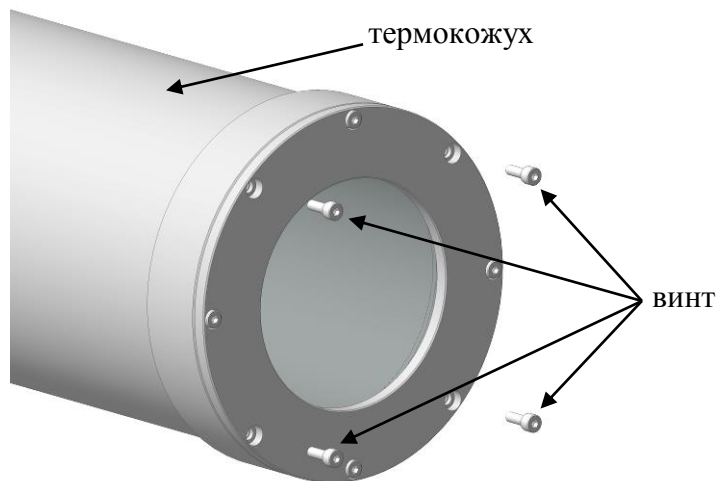

Рис. 1
2. На термокожухе открутить 4 винта, рис. 1.